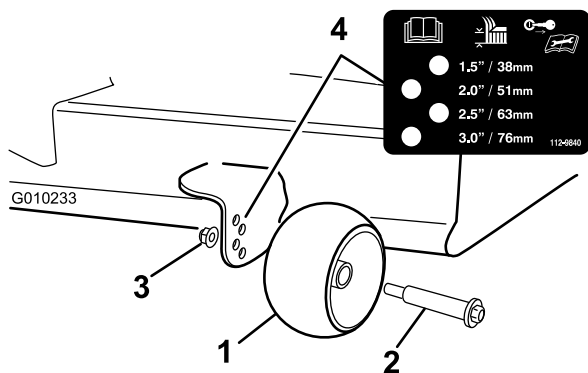
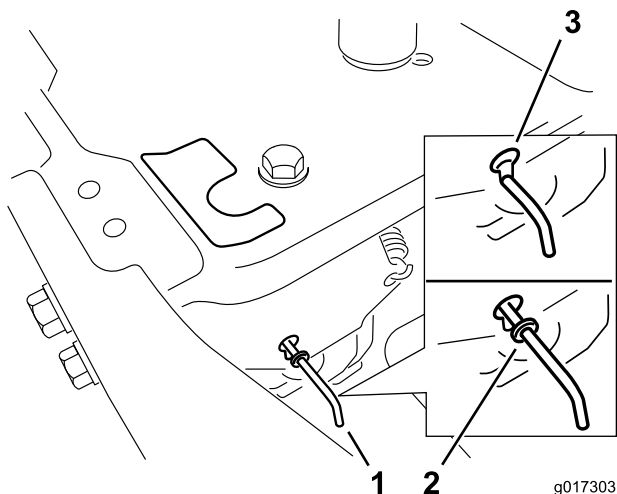

Figura 23
Figura 27
3. Ajuste los rodillos protectores del césped según se muestra en Figura 23 a la posición de altura de corte más próxima.
4. Mueva las palancas de desvío hacia adelante a través del orificio y hacia abajo para bloquearlas en esa posición, según se muestra en la Figura 23 Figura 27. Asegúrese de hacer lo mismo con cada palanca.
Mueva las palancas de desvío hacia atrás a través del orificio y hacia abajo para bloquearlas en esa posición, según se muestra en la Figura 27. Asegúrese de hacer lo mismo con cada palanca.